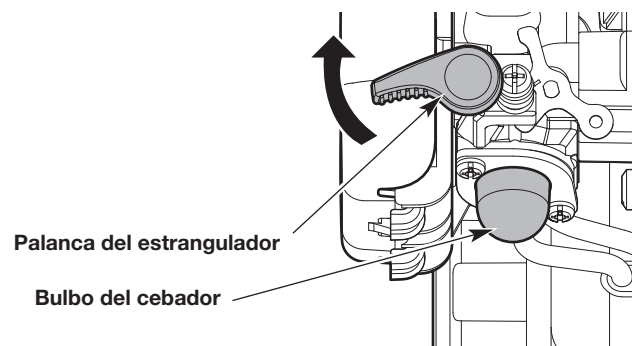

Fig. 11
3. Oprima y suelte despacio la pera del cebador **10 veces** (Fig. 11). Si no se ve combustible en la pera del cebador, oprima y suelte la pera hasta que se vea el combustible.
4. **NO** apriete el control del acelerador. De vuelta la palanca del cebador en el sentido de las agujas del reloj hasta que encaje bien en su lugar (Fig. 11).